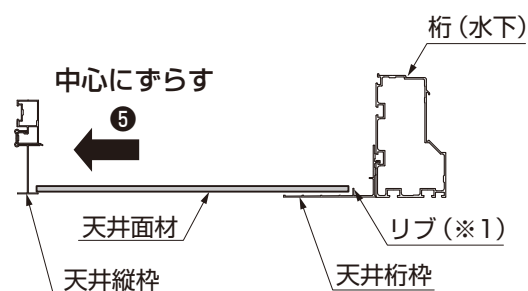
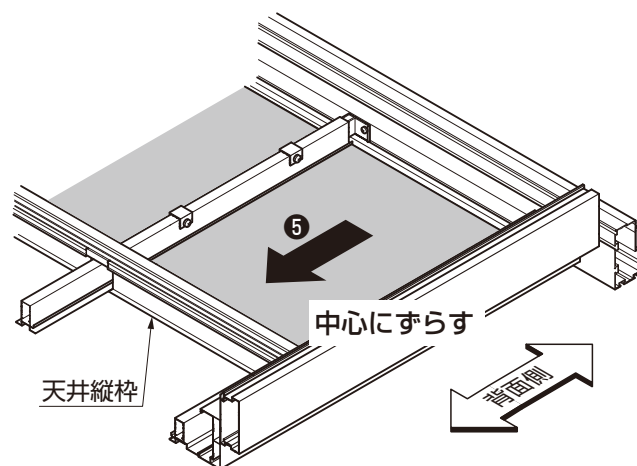

図7-8 天井面材のはめ込み方法 (間口方向)
図7-9 天井面材のはめ込み方法 (中心合わせ)
- ⑤天井面材を天井桁枠のリブ（※1）の上に乗らないように、天井縦枠側にずらしてください。（図7-8、図7-9参照）